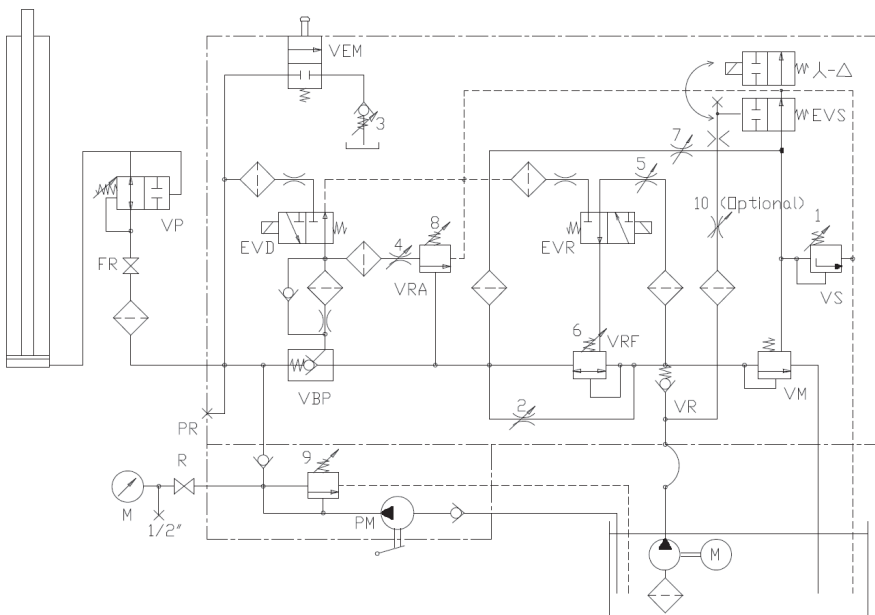

Fig. 30 – Schema oleodinamico SF 1855 valvola tipo "NL"
pressostato disponibili e. La regolazione delle pressioni di intervento si ottiene con l'apposita vite che si trova al centro del pressostato (vedi Fig. 29): Ruotando in senso orario, la pressione di intervento aumenta, ruotando in senso antiorario diminuisce. Il pressostato o i pressostati sono inseriti nel blocco valvola NL direttamente sulla linea di pressione che arriva dal cilindro, prima della valvola di blocco pilotata VBP (vedi anche Fig. 30 – Schema oleodinamico SF 1855 valvola tipo “NL”) e quindi sono sempre sotto pressione.
- Lo schema oleodinamico SF 1855 della valvola tipo "NL" è rappresentato nella Fig. 30. qui di seguito